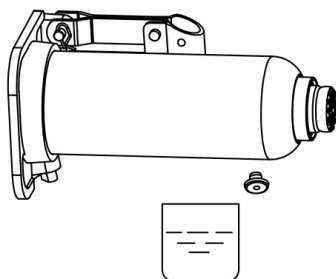

Fig. 3
2. Placez le cric sur son côté et vidangez l'huile dans un récipient approprié (fig. 3). Mettez l'huile hydraulique usée au rebut conformément aux règlements locaux.